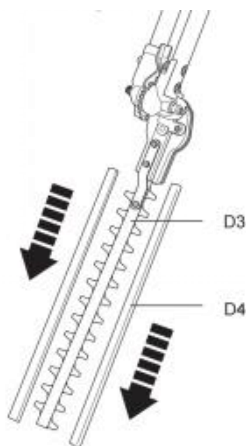

Fig. 23
1) Vor der Inbetriebnahme die Klingenschutzkappen (D4) von der Klinge (D3) entfernen (Abb. 23).